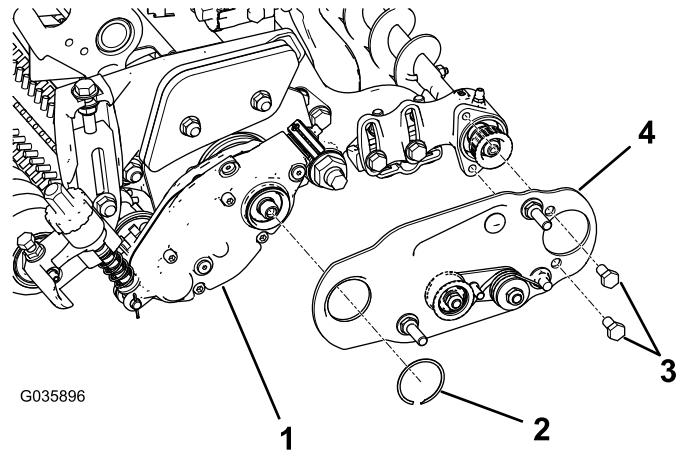

图9
3. 如图9所示确保按照怠轮皮带轮组件安装在底部的方式配置滚筒刷枢轴板。
6. 用卡环将滚筒刷侧板固定至滚筒刷架上 图9。
4. 如图9所示对齐滚筒刷枢轴板。
5. 为 2 个螺栓 $5/16 \times 1/2$ 英寸涂抹 242 乐泰胶蓝色并用这两个螺栓将滚筒刷侧板安装到滚筒刷轴承座上 图9。